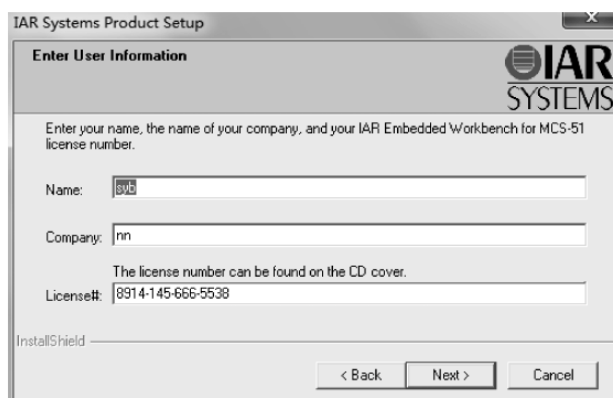
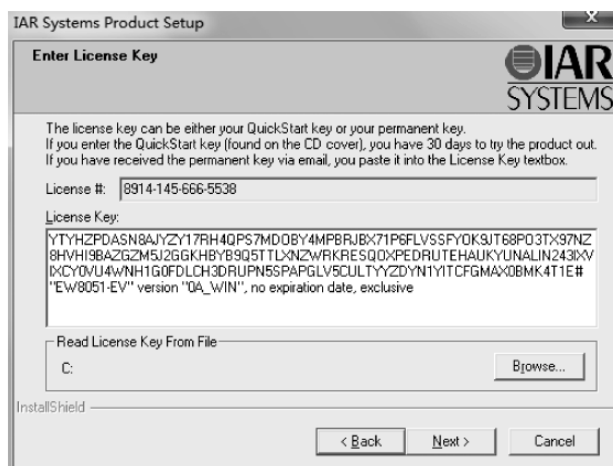

图 1.4 输入序列号
图 1.5 输入 License Key
(4) 输入正确的序列号和 License Key 到如图 1.4 和图 1.5 所示对话框中。